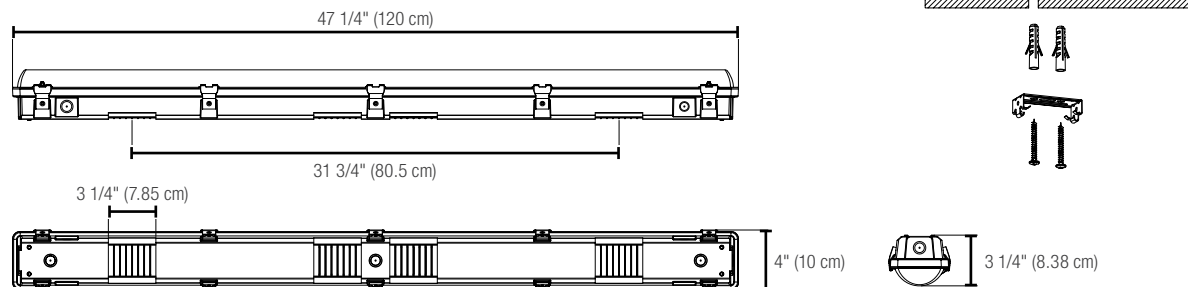

Figure 2
1. Use the appropriate mounting screws to secure the surface mounting brackets to the mounting surface. The recommended surface mounting brackets distance, center to center is 31.68" (see fixture dimensions in Figure 2).
1. Utilisez les vis de montage appropriées pour fixer les supports de montage en surface à la surface de montage. La distance recommandée entre les supports de montage en surface, centre à centre, est de 31.68" (voir les dimensions de l'appareil dans la figure 2).